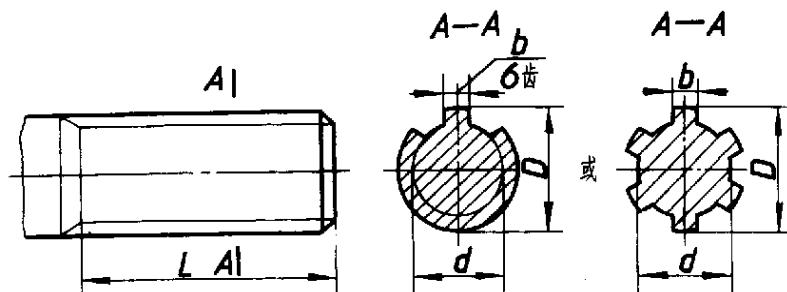
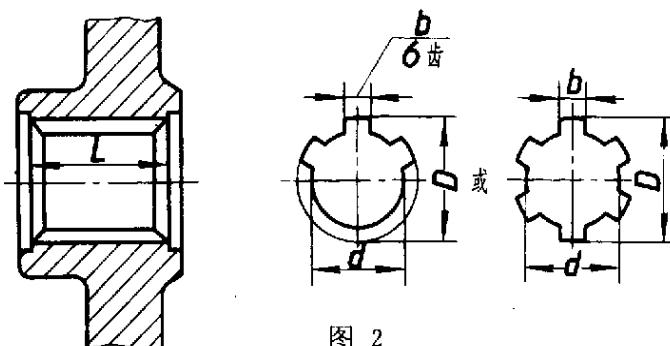

图 1
图 2
1.1.1 外花键：在平行于花键轴线的投影面的视图中，大径用粗实线、小径用细实线绘制，并用剖面画出一部分或全部齿形（图 1）。
1.1.2 内花键：在平行于花键轴线的投影面的剖视图中，大径及小径均用粗实线绘制，并用局部视图画出一部分或全部齿形（图 2）。
1.1.3 花键工作长度的终止端和尾部长度的末端均用细实线绘制，并与轴线垂直，尾部则画成斜线，其倾斜角度一般与轴线成 30° （图 1），必要时，可按实际情况画出。
1.2.1 大径、小径及键宽采用一般尺寸标注时，其注法如图 1、图 2 所示。
- 标注工作长度（图 1、2、5）；